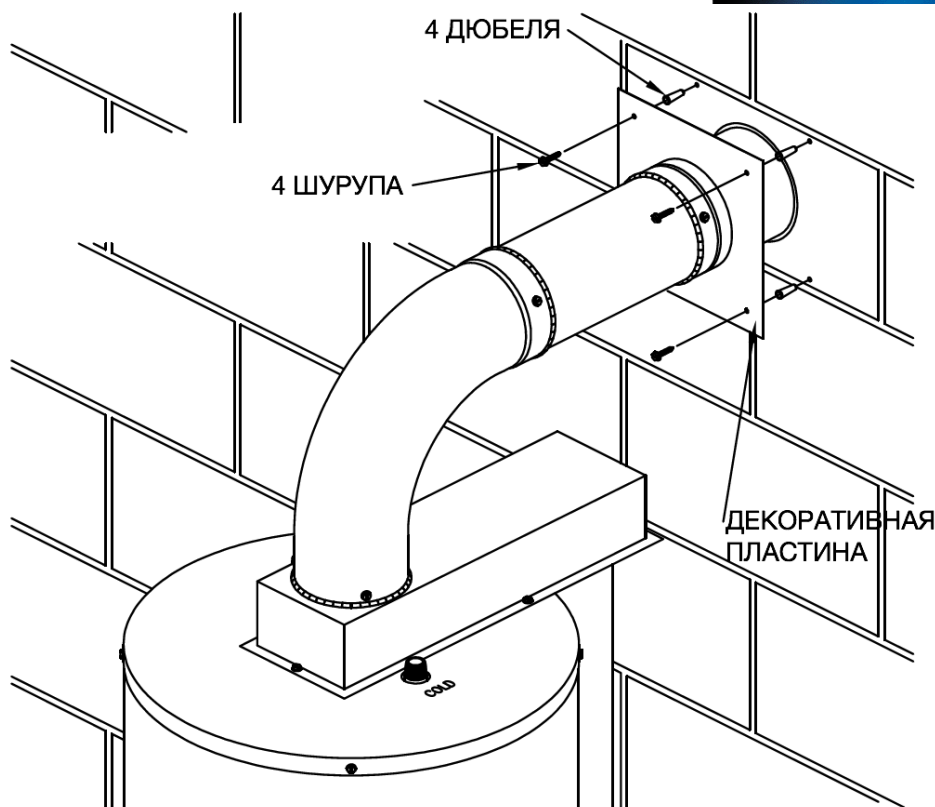

Рисунок 26
12. Отметьте на стене места под дюбели для крепления декоративной пластины. Сдвиньте пластину, просверлите отверстия под дюбели и установите дюбели. Закрепите шурупами декоративную пластину (Рисунок 26).